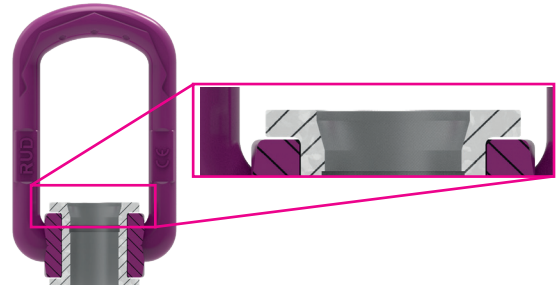

Fig. 6 : Coupe du L-VLBG. L'angle d'introduction est visible sur la buselure supérieure
1. Insérer la vis dans la buselure pourvue d'un chanfrein d'introduction (voir fig. 6).